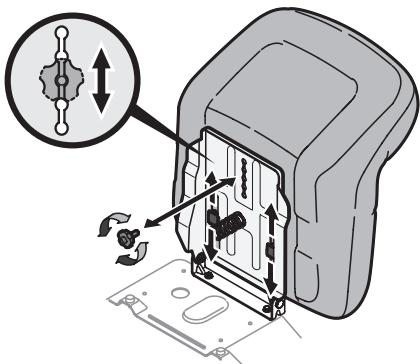

Figura 10
- Para ajustar la posición del asiento, retire las dos perillas de ajuste que están ubicadas en la parte inferior del asiento. Deslice el asiento hacia adelante o hacia atrás, según lo deseé. Vuelva a colocar la perilla de ajuste. Consulte la Figura 10.